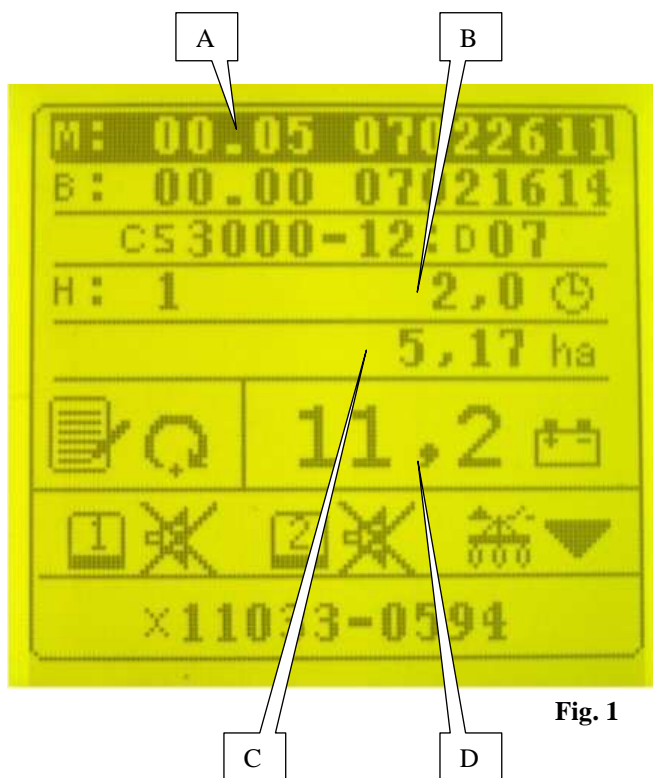

Fig. 1
(fig.1) e confermare con . Appare la visualizzazione (Fig. 2).
a) sous-programme paramétrage console (Fig. 1)
Dans le mode programmation, mettre en sur-brillance le cadran  et valider . L'affichage (Fig. 1) apparaît.
a) Practical use of the console sub-menu (Fig. 1)
In programming mode highlight icon  and validate . Display (Fig. 1) appears